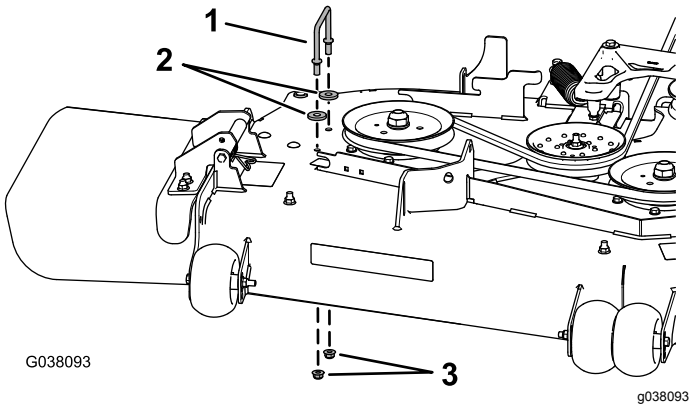

図 22
- 刈り込みデッキから、右ベルトカバーブラケット、ワッシャ60" のデッキのみ2枚、フランジナット 2個を取り外す (図 22)。